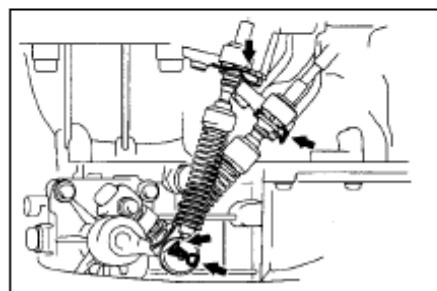

Рис. 73
4. Отсоедините тросы переключения трансмиссии (см. Рис. 73).
32. Подсоедините тросы переключения трансмиссии (см. Рис. 73).